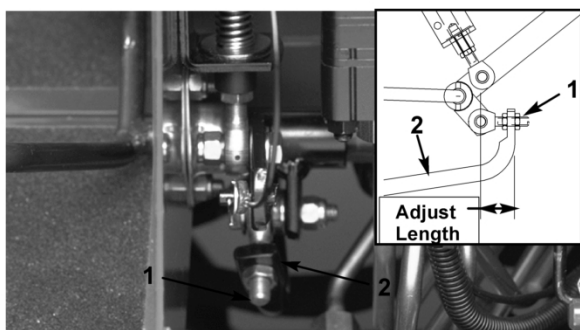

Figura 46
4. Ajuste as porcas de segurança na extremidade da barra da bomba para mover o tubo de controlo da bomba para a frente e eliminar o risco de deslizamentos para a frente e para trás (Figura 46).